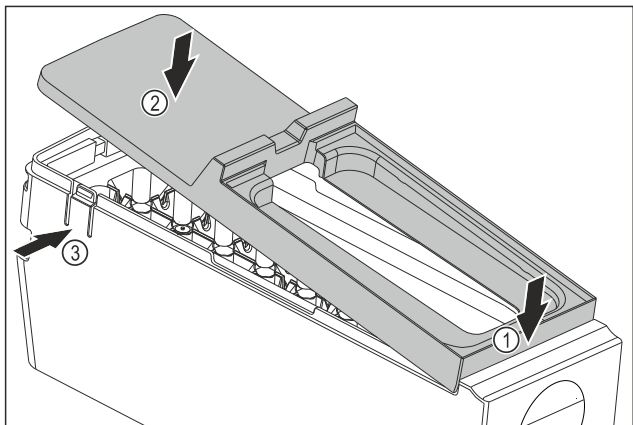

Fig. 109
- ▶ Montáž krytu korpusu EasyTwist-Ice: Kryt nasadíte vpredu. Fig. 109 (1)
- ▶ Kryt spustíte dozadu. Fig. 109 (2)
- ▷ Kryt počutelné zapadne od oboch strán Fig. 109 (3).